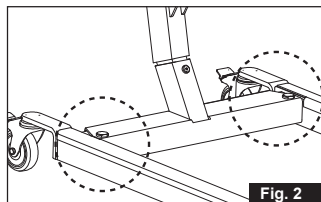

Fig. 2
- **Risco de imprimir os pés entre o chassi e as pernas do suspensor quando fizer o ajuste de abertura (fig. 2).**
2. Inserir o gancho de elevação na ranhura do gancho de fixação (fig. 2).